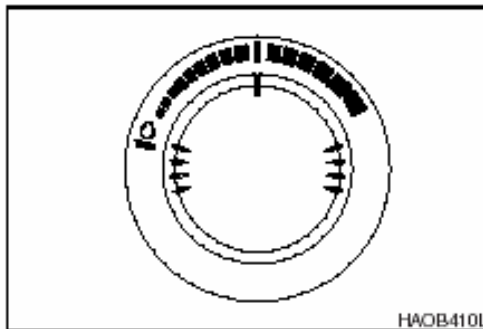

Figura 18
2. Haga funcionar el motor aproximadamente 5 minutos a una velocidad media sin carga (Figura 18).